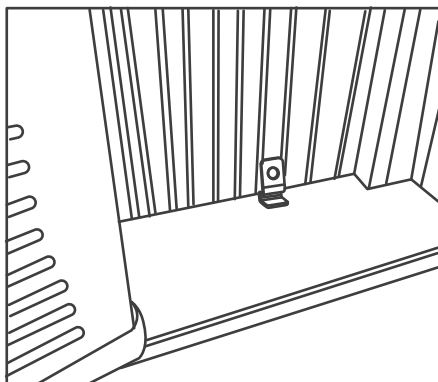
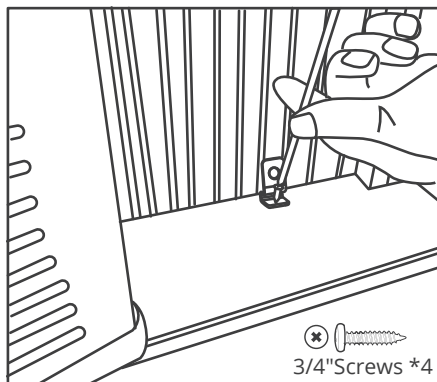

Fig.7
Fig.8
- 4 Coloque las Trabas de Fijación de los acordeones entre los mismos y el umbral de la ventana como se muestra en la (Fig. 7). Inserte tornillos de bloqueo de 3/4" (19 mm) a través del umbral (FIG. 8). NOTA: Para evitar que el umbral de la ventana se parta, taladre orificios guías de 1/8" (3 mm) antes de colocar los tornillos.